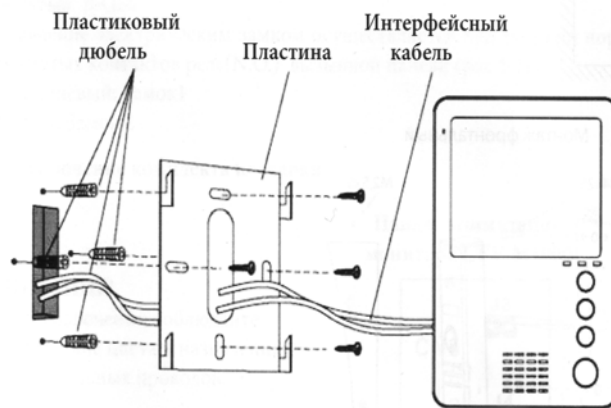

Рис. 2. Схема монтажа видеомонитора МЕТАКОМ МКV-VM8.
- е) Закрепите видеомонитор на заранее подготовленном месте с помощью прилагаемого комплекта крепежа (рис. 2).